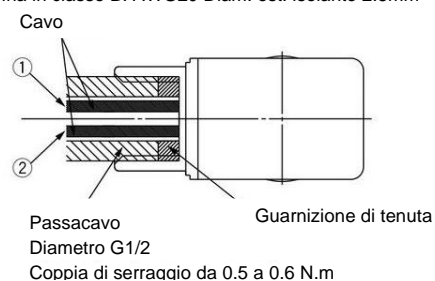

Figura 4. Cablaggio del passacavo
- Le connessioni interne sono mostrate nella Figura 4. Effettuare i collegamenti all'alimentazione in modo conforme.